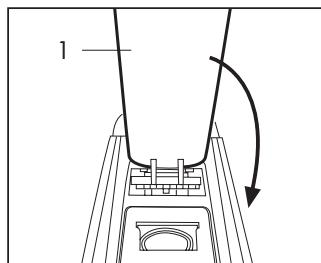

Fig. 10
- Richiudere completamente la leva (1) (**Fig. 10**)